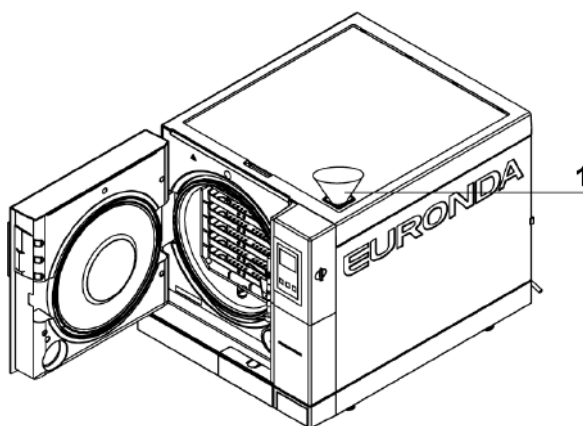

Fig. 6.8-1
2. Deschideți dopul din capacul superior, potriviți pâlnia furnizată în orificiu (1 din Fig. 6.8-1) și turnați o cantitate de apă distilată, așa cum este indicat în cap. 5.3 "Date tehnice"; nu depășiți niciodată nivelul indicat de cuvântul MAX în orificiul de umplere a apei. De asemenea, apa poate fi turnată prin deionizator (opțional, anexa 10) Pentru a instala acest opțional, consultați manualul de instrucțiuni "Aquafilter" furnizat împreună cu deionizatorul.
2. Umpleți rezervorul cu apă curată prin gura rezervorului (a se vedea imaginea (1 - Fig. 6.8-1)) .